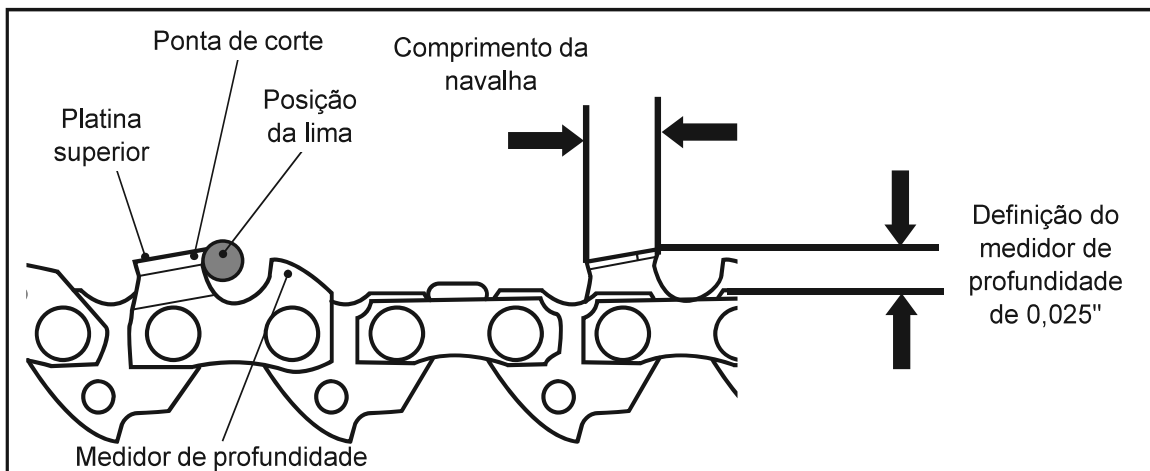

Fig. 67
9. Utilize um instrumento de medição do medidor de profundidade para verificar a altura do medidor de profundidade. A maior parte dos fabricantes de ferramentas de renome fornece bitolas de medição de profundidade (Fig. 67).